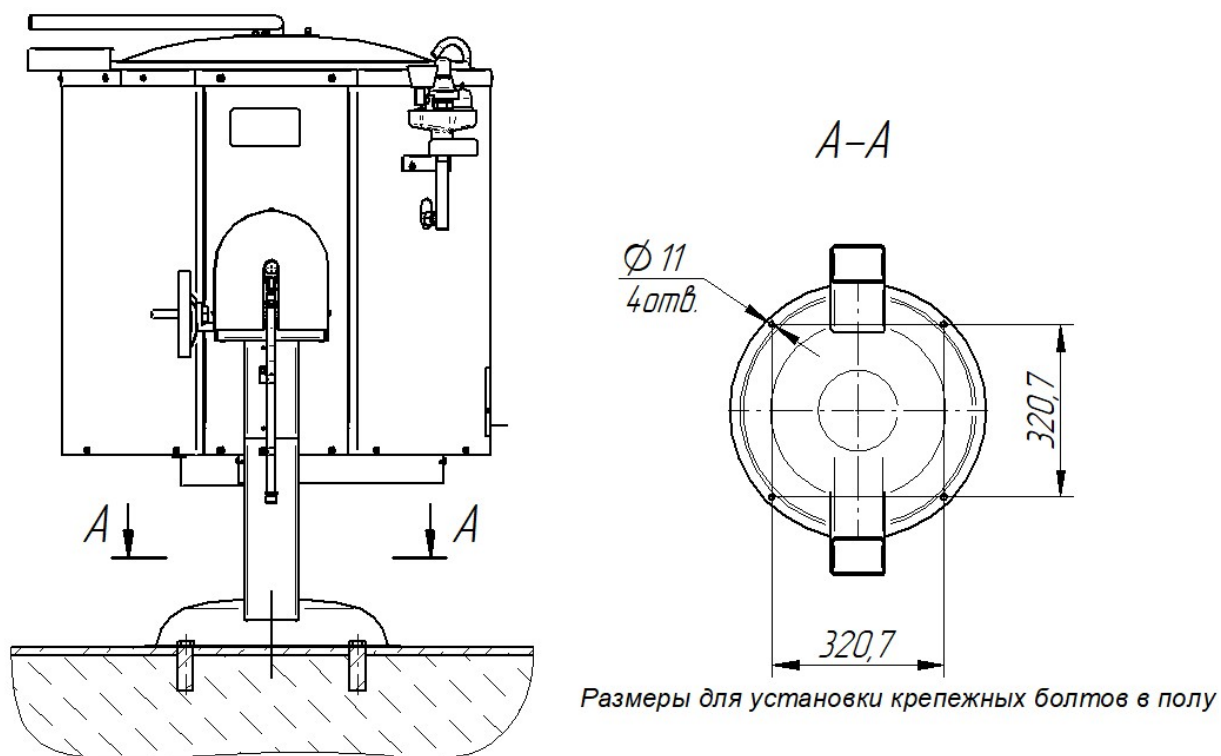

Рис. 2. Крепление котла к полу
- просверлить отверстие под крепеж для фиксации котла (см. рис. 2). При установке котла на бетонный пол рекомендуется использовать анкерные болты М10х100. Установить крепеж в пол;